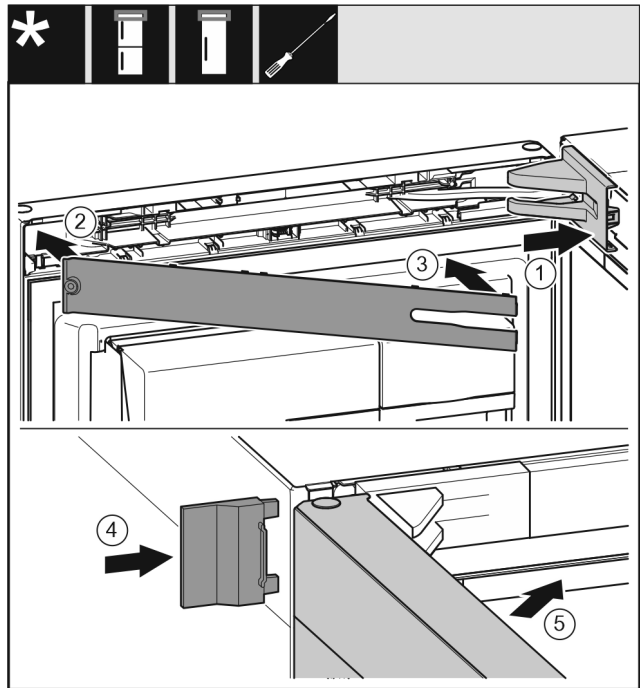

Fig. 51
- ▶ Namestite pokrov in ga zataknite, po potrebi ga previdno potisnite narazen. *Fig. 51 (1)*
- ▶ Namestite zaslونko. *Fig. 51 (2)*
- ▶ Obrnite zaslونko navznoter in jo zataknite. *Fig. 51 (3)*
- ▶ Potisnite zunanji pokrov gor. *Fig. 51 (4)*
- ▶ Zaprite zgornja vrata. *Fig. 51 (5)*